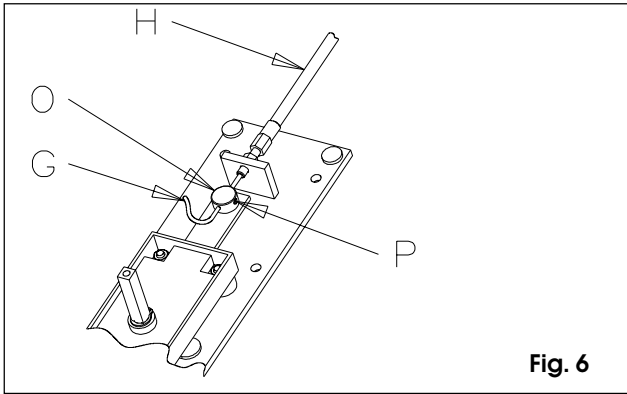

Fig. 6
- 6) Far scorrere tutto il cavo **G** nella guaina **H**, inserire poi il cavo **G** prima nel registro **N** e poi nel blocchetto di fissaggio **O**. Mettere in tensione il cavo e bloccarlo tramite la vite **P**, Fig.6.
- 6) Thread the entire cable **G** through sheath **H**, then insert cable **G** first in the adjuster **N** and then in the fastening block **O**. Apply tension to the cable and secure it with screw **P**, Fig. 6.
- 6) Faire glisser tout le câble G dans la gaine H, puis introduire le câble G d'abord dans le dispositif de réglage N puis dans le bloc de fixation O. Mettre le câble sous tension et le bloquer avec la vis P, Fig.6.
- 6) Haga que todo el cable G se deslice por la vaina H, seguidamente introduzca el cable G en primer lugar en el registro N y seguidamente en el bloque de fijación O. Tense el cable y bloquéelo por medio del tornillo P, Fig.6.
- 6) Das gesamte Kabel G durch den Mantel H ziehen, dann zuerst in die Einstellschraube N und dann in das Befestigungsendmaß O einführen. Das Kabel spannen und mit Hilfe der Schraube P blockieren, Abb. 6.